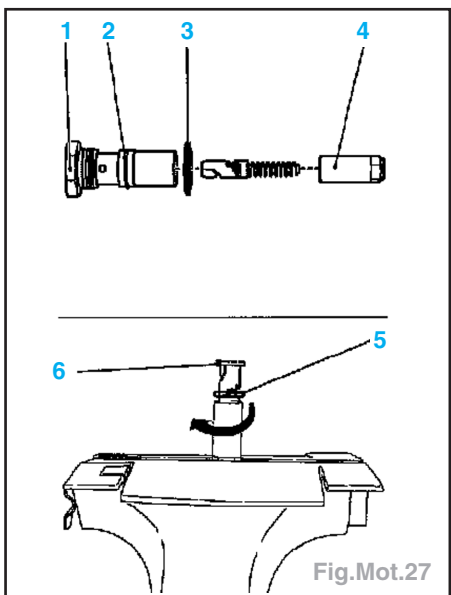

Fig.Mot.27
- Tendeur de chaîne (Fig.Mot.27) :
- extraire le piston (4) du carter (1), tendre le piston au quatre pans dans un étau, bloquer le piston intérieur (6) au dernier cran (5) en le tournant à D et placer le piston dans le carter.